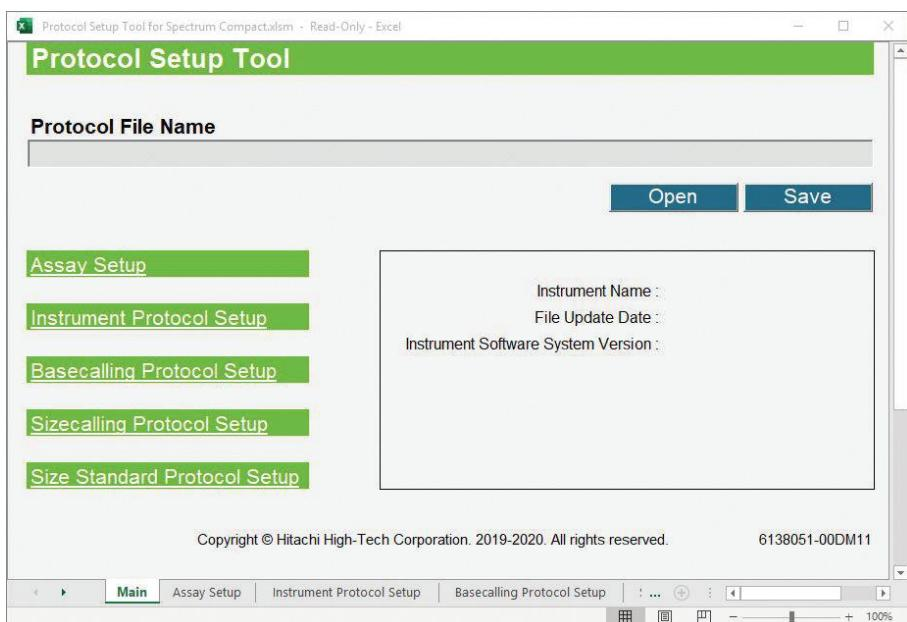

図 190 Protocol Setup Tool for Spectrum Compact のメインワークシート画面
1. エクセルマクロ対応の「Protocol Setup Tool for Spectrum Compact.xlsxm」のワークブックを開くと、メインタブのワークシートが表示されます。（図 190）
5. ワークシートの「Main」タブのいずれかの **Setup** を選択するか、ワークシートのいずれかの「Setup」タブを選択し、希望するアッセイやプロトコルの情報をアクセスします。（図 190）
- ワークシートの「Main」タブの Instrument Protocol Setup を選択するか、ワークシートの「Instrument Protocol Setup」タブを選択し、「Instrument Protocol Setup」のワークシートを開きます。(図 190)
7. 「Main」タブを選択し、Save ボタンを選択します。(図 190) 「Save As」のウィンドウが表示されるので、新しい protocol.xml ファイルを保存したい場所(例えば、USB ドライブ)を指定し、その場所にある「Protocol」という名前のフォルダーに保存してください。(もし、Protocol のフォルダーがない場合は、Protocol という名前で新しくフォルダーを作成してください)
1. 「Main」ワークシートの「Basecalling Protocol Setup」を選ぶか、タブから「Basecalling Protocol Setup」を選び、Basecalling Protocol Setup のワークシートを開きます。(図 190)